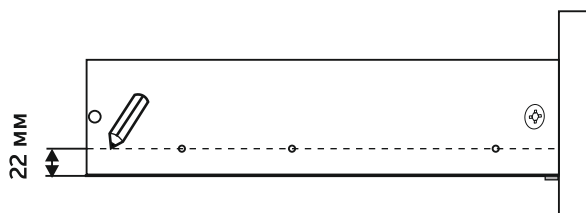

Рис.9
1. **Провести** линию карандашом на боковых стенках ящиков (левых, п.10 (4 шт) и правых, п.10.1 (4 шт), соединив существующие накладки. При этом, расстояние от нижней кромки боковых стенок ящиков до линии должно быть одинаковым (см. рис.9)